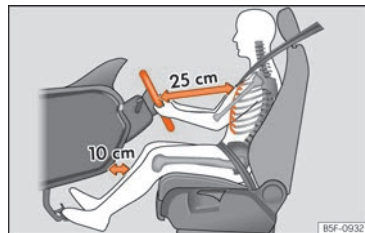

Abb. 20 Der richtige Abstand des Fahrers zum Lenkrad muss mindestens 25 cm (10 inch) betragen.
- Lenkrad so einstellen, dass der Abstand zwischen Lenkrad und Brustbein mindestens 25 cm (10 Zoll) beträgt »» (Abb. 20) und das Lenkrad mit beiden Händen und leicht gebeugten Armen seitlich am äußeren Rand festgehalten werden kann.